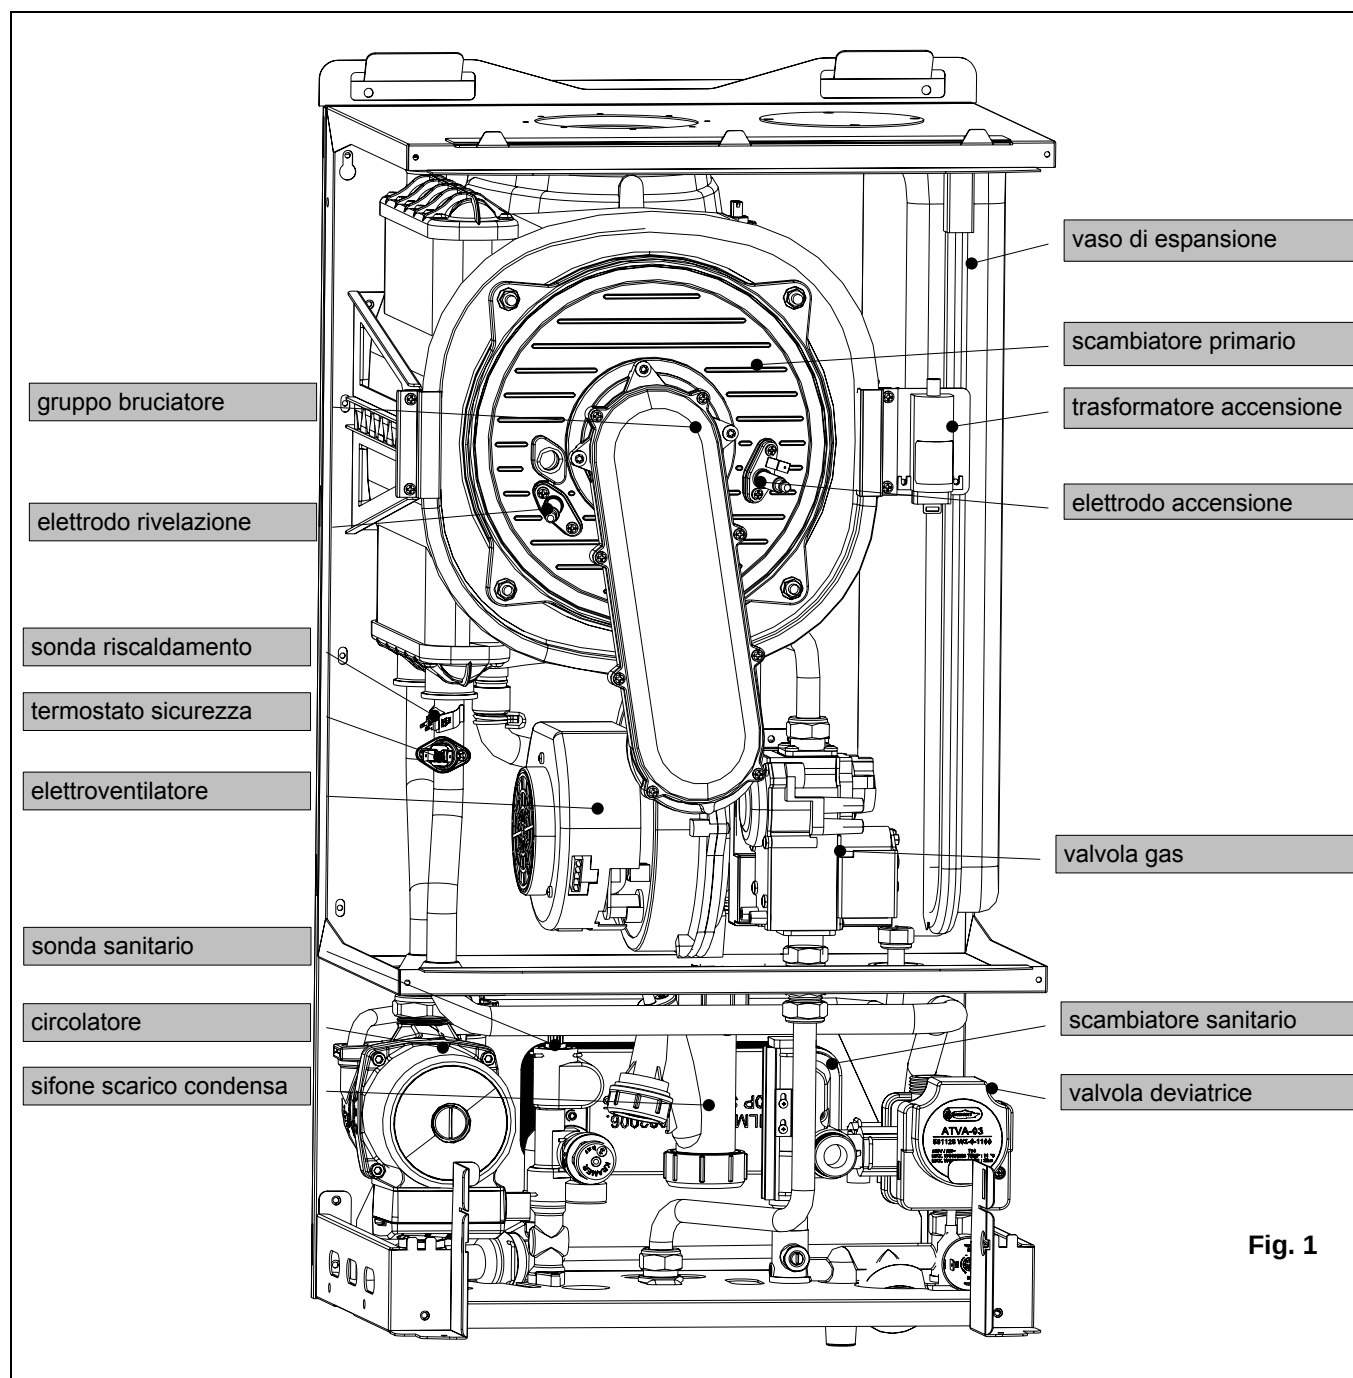

Fig. 1
6.5.1 Pulizia del modulo condensazione e gruppo combustione (fig. 1)